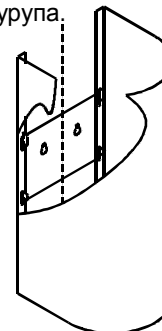

РИС. 5
Разметьте центры отверстий для крепления верхней фальштрубы с кронштейном (рис. 5).
- будьте осторожны при установке фальштруб (рис. 5), не повредите поверхности из нержавеющей стали. Их легко поцарапать.